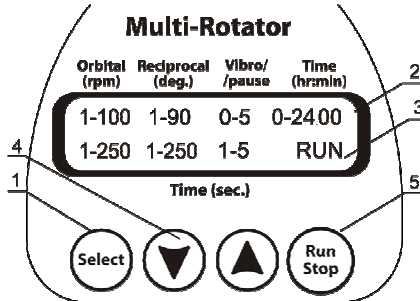

Abb. 1 Steuerung
- 4.4. Drücken Sie die Taste **Run/Stop** (Laufen/Stopp) (Abb. 1/5), um das Programm zu starten.
- 4.5. Die Plattform beginnt sich zu bewegen, und die entsprechenden Anzeigen (RUN [Laufen] (Abb. 1/3) und die sich ändernden Zeitwerte) erscheinen auf den Display.
- 4.6. Falls keine Betriebsdauer eingestellt ist und der Timer (Abb. 1/2) 0:00 anzeigt, startet durch Drücken der Taste **Run/Stop** (Laufen/Stopp) der kontinuierliche Betrieb des Rotators, bis die Taste **Run/Stop** (Laufen/Stopp) erneut gedrückt wird.
- 5.1. Drücken Sie die Taste **Select** (Auswählen) (Abb. 1/1), um den zu ändernden Parameter auszuwählen (durch längeres Drücken der Taste vergrößern Sie die Schrittweite). Der aktive Parameter blinkt.
- 5.2. Stellen Sie mit den Tasten ▼ und ▲ (Abb.1/4) den gewünschten Wert ein (durch längeres Drücken der Taste vergrößern Sie die Schrittweite).